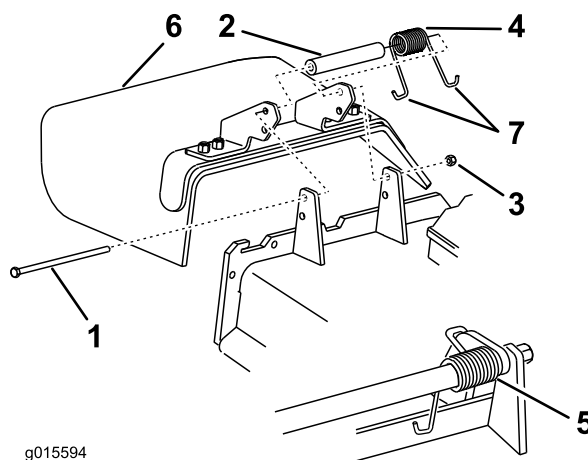

Figure 62
1. Retirez le contre-écrou, le boulon, le ressort et l'entretoise qui fixent le déflecteur aux supports de pivot (Figure 62).
Remarque: Prenez soin de placer une extrémité en **J** du ressort derrière le bord du plateau avant de mettre le boulon en place, comme indiqué à la Figure 62.
6. Accrochez une extrémité en **J** du ressort au déflecteur d'herbe (Figure 62).